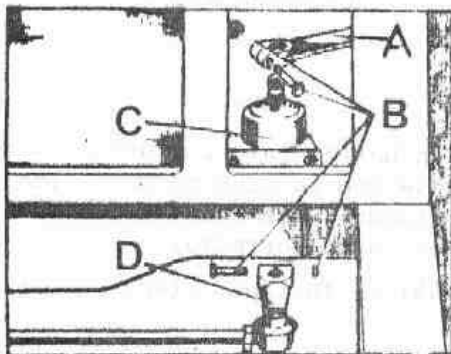

Fig. G-46 Bieletas de la caja compensadora
- 1.2. Extraer los pernos, B (Fig. G-46) que fijan las bieletas superior, A, e inferior, D, a la caja compensadora, C, y separar aquéllas.